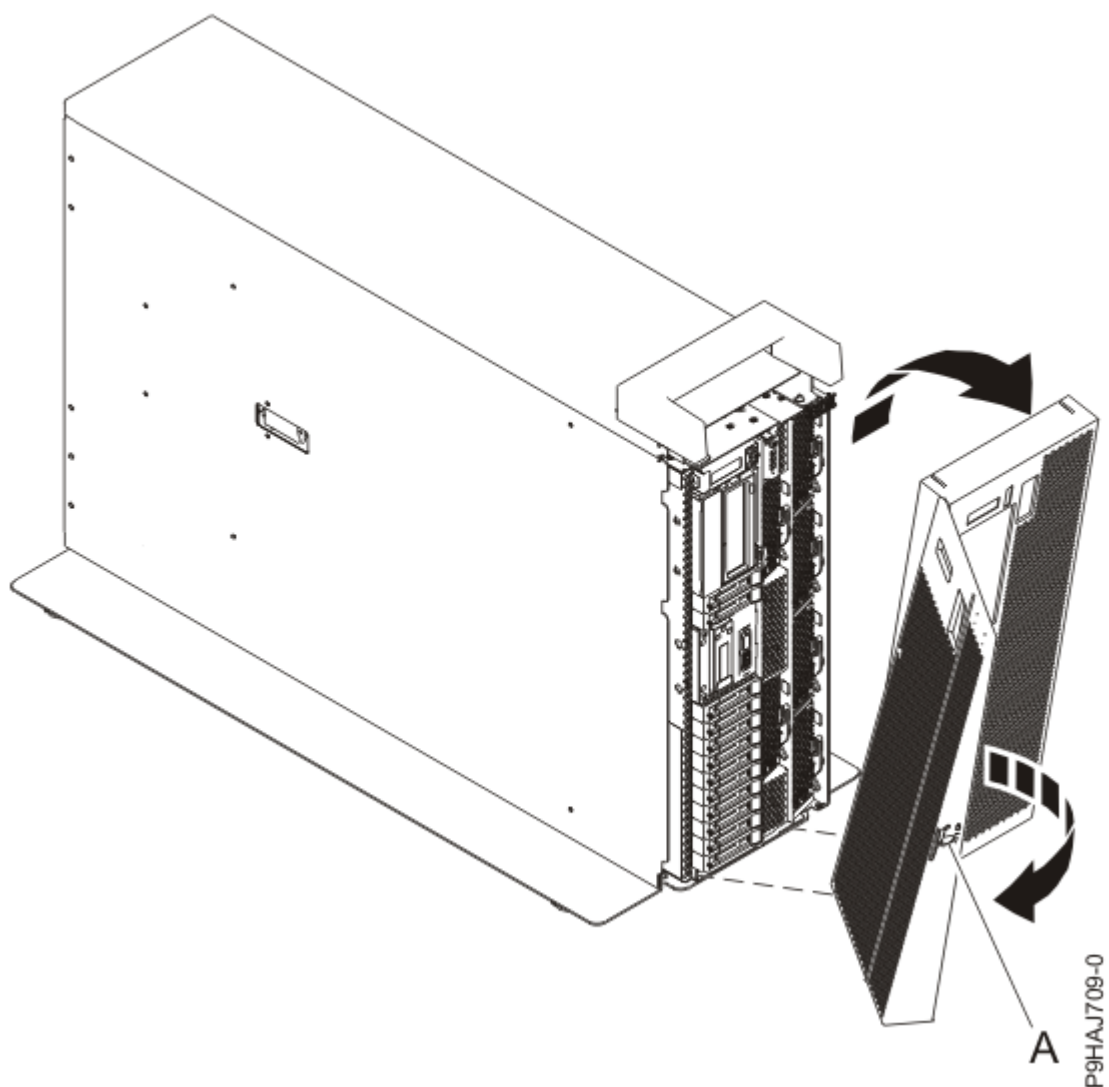

Figura 6. Extracción de la cubierta frontal
- d) Tire de la cubierta para extraerla del sistema como se muestra en la Figura 6 en la página 8. La cubierta tiene una hendidura que le permite sujetarla más fácilmente.